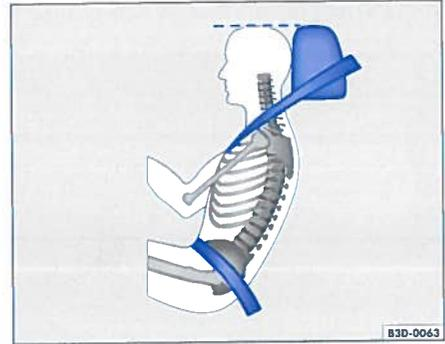

Abb. 12 Richtiger Gurtbandverlauf und richtige Kopfstützeinstellung von der Seite betrachtet
- Das Beckenteil des Gurtbandes muss über dem Becken und niemals über der Unterleibgegend liegen. Der Sicherheitsgurt muss gut am Körper der Passagiere anliegen ⇒ Abb. 12. Ggf. das Gurtband neu einstellen.